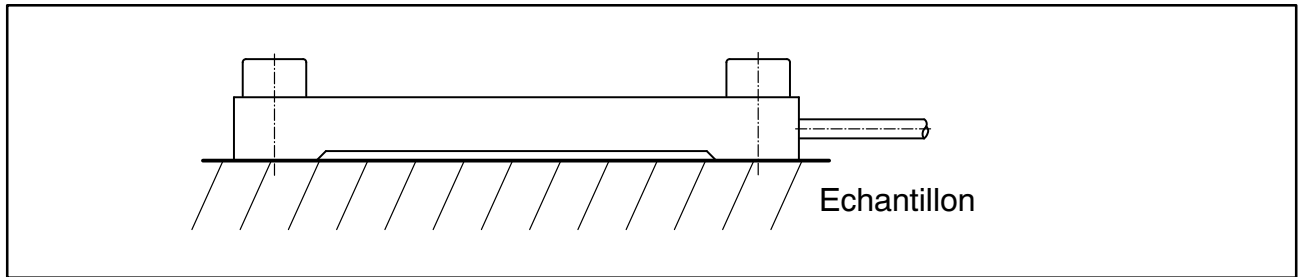

Fig. 5.1 : Montage de l'extensomètre
- L'extensomètre ne doit pas prendre appui dans la zone centrale en saillie (voir Fig. 5.1) et doit être monté exempt de toute déformation.
- Montez l'extensomètre comme indiqué à la Fig. 5.1.